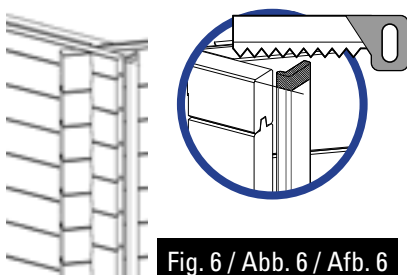

Fig. 6 / Abb. 6 / Afb. 6
- Présentez le cache L sur les extrémités des madriers. • Coupez l'excédent de cache selon la hauteur du bassin si nécessaire (figure 6).
- Legen Sie die Zierleiste L auf die Enden der Bretter. • Falls erforderlich, schneiden Sie das, was von der Zierleiste übersteht, je nach Höhe des Beckens (Abb. 6) ab.
- Plaats sierlijst L op de uiteinden van de planken. • Indien nodig, overtollige stukken van de sierlijst afsnijden, afhankelijk van de hoogte van het bassin (afbeelding 6).